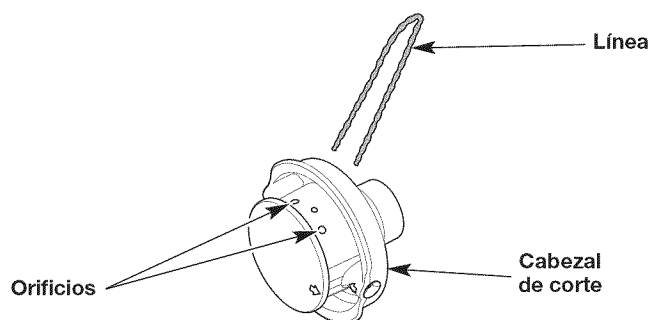
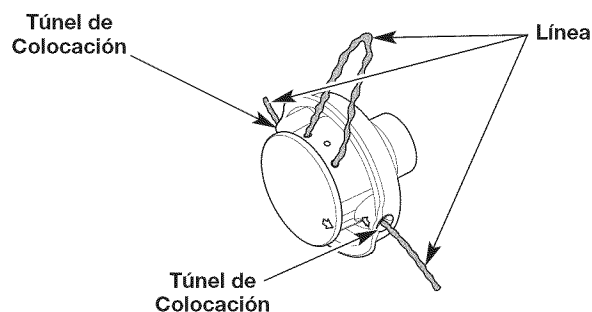

Fig. 14
Fig. 15
- Inserte los extremos de la línea en los orificios circulares grandes ubicados al costado del cabezal de corte (Fig. 14). Empuje la línea a través de los orificios hasta que ambos extremos salgan de los túneles de colocación (Fig. 15).